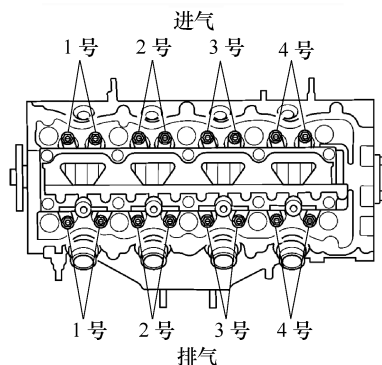

图 2-102 需检查气门的位置
3) 应根据所有检查的气门选择相应厚度的塞尺,见图 2-102。